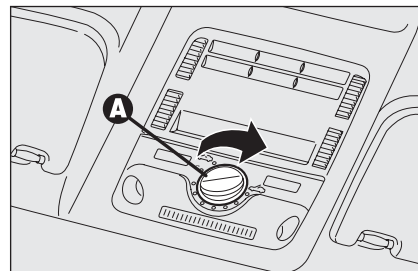

fig. 87
Ruotare il selettore **A-fig. 87**, nel senso indicato dalla freccia. Al rilascio del selettore il tetto si arresta nella posizione in cui si trova.
**AVVERTENZA** La posizione ottimale di comfort a tetto aperto si ottiene ruotando il selettore **A-fig. 87** in corrispondenza della posizione indicata dal simbolo **"C"**.
Ruotare il selettore **A-fig. 87** in senso antiorario.
La movimentazione del tetto tramite pressione del pulsante  sulla chiave elettronica può essere interrotta agendo sul selettore **A-fig. 87** (cambiando posizione o premendo il selettore stesso).